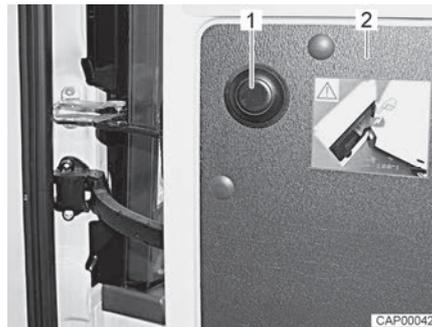

Fig. 11 Pulsador para desbloquear el límite
- Abrir la puerta trasera (Fig. 11,2) hasta el tope.
- Pulsar el pulsador (Fig. 11,1), sujetar la puerta trasera y continuar abriéndola con precaución.